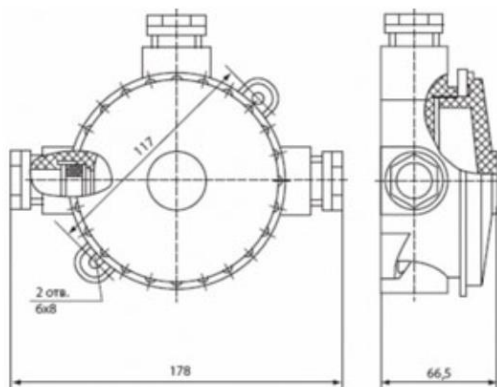

Рис. 1 – Габаритные размеры коробки
Взрывозащищенное исполнение корпуса, отвечающее техническому регламенту таможенного союза ТР ТС 012/2011. Габаритные размеры коробки указаны на рис. 1.
- разметить место крепления коробки к рабочей поверхности, рис. 1;